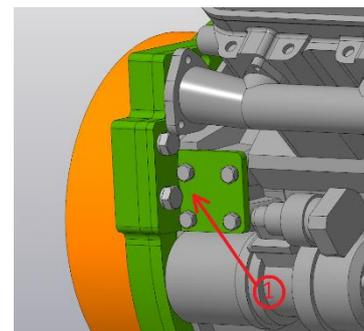

Рис. 1
- Снять удерживающие пластики задних опор двигателя (1) (рис.1) слева двигателя, выкрутив болты М14х40 (8 шт.) и болты М20х80 (4 шт.);